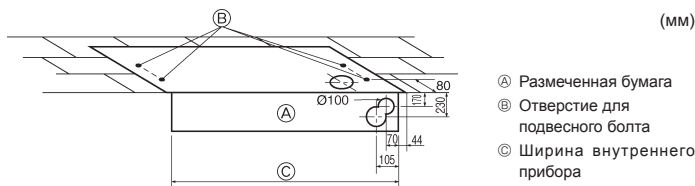

Fig. 3-3
3) Выбор положения подвесных болтов и труб (Fig. 3-3)